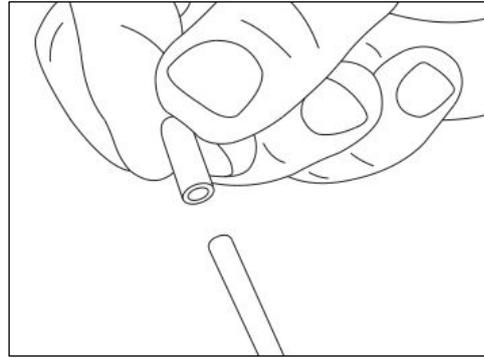

Abbildung 92. Sicherheitskappe der Sonde entfernen (Analysatorseite)
4. Die rote Sicherheitskappe von der Sondenspitze entfernen (Analysetafelseite). Siehe Abbildung 92.